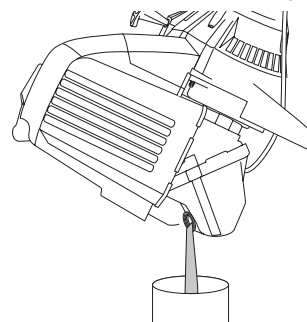

Fig. 18
4. Versez l'huile de l'orifice de remplissage dans un récipient en inclinant l'appareil à la verticale (Fig. 18). Allouez assez de temps pour une vidange complète.